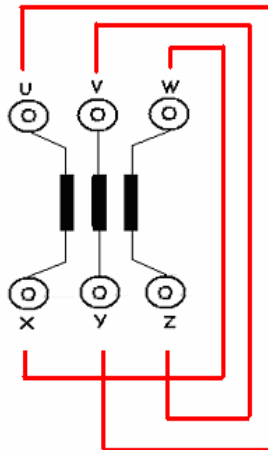

Figura 4.2: Configuración de arranque del motor
3. Conectar el motor en configuración delta o triángulo como se muestra en la figura 4.2: